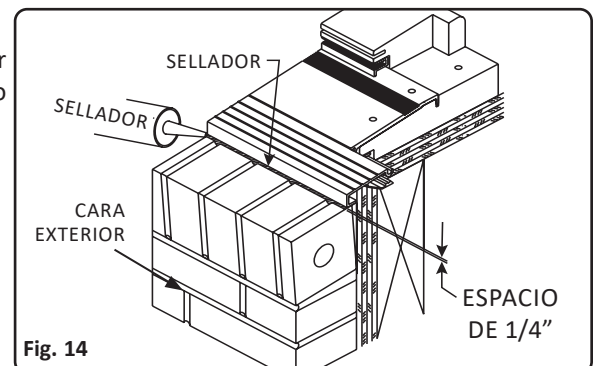

Fig. 14
- Fije un bloque de soporte debajo del antepecho (Fig. 14).
- Aplique un cordón de sellador de 3/16" (5 mm) en la esquina interior creada por la parte inferior del antepecho y la cara del revestimiento exterior, (Fig. 14).
Asegúrese de que haya una junta de expansión mínima de 1/4" (6 mm) entre el perímetro de la puerta y cualquier material exterior, como ladrillo, piedra, mármol u hormigón. Este espacio permite el movimiento estructural o asentamiento, lo que puede afectar el funcionamiento de la unidad. Utilice un sellador adecuado para cubrir el espacio, como se muestra en la (Fig. 14).